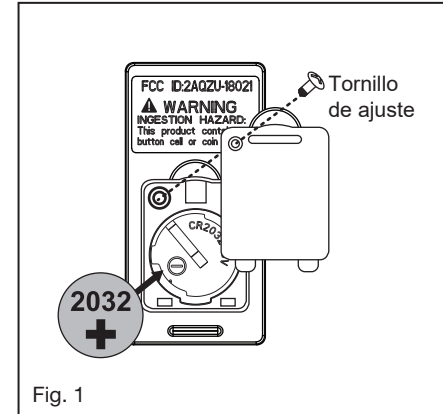

Fig. 1
- 1 Seleccione una ubicación deseada. Utilice la placa de pared para marcar la ubicación de los orificios de montaje. Para esta aplicación se necesitan anclajes de pared de plástico o tornillos de montaje. (Fig. 1)
Retire el panel del transmisor y luego instale una batería 2032 (incluida). Necesita utilizar un destornillador para abrir o cerrar la tapa de la batería. Para evitar daños al transmisor, retire la batería si no la usa durante períodos prolongados (Fig. 1)